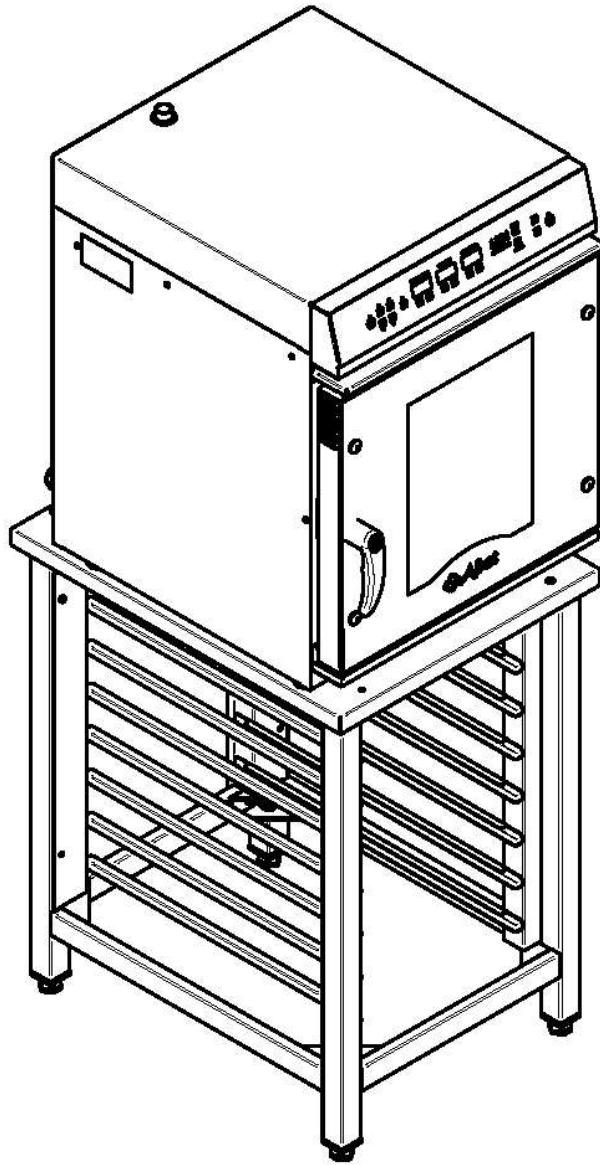

Рис.5. Пароконвектомат установленный на подставку ПК-8-02.
- установите пароконвектомат на стол или подставку (см. рис.5) ПК-8-02 (завод изготовитель АО «Чувашторгтехника» г. Чебоксары, код для заказа 110000009828);